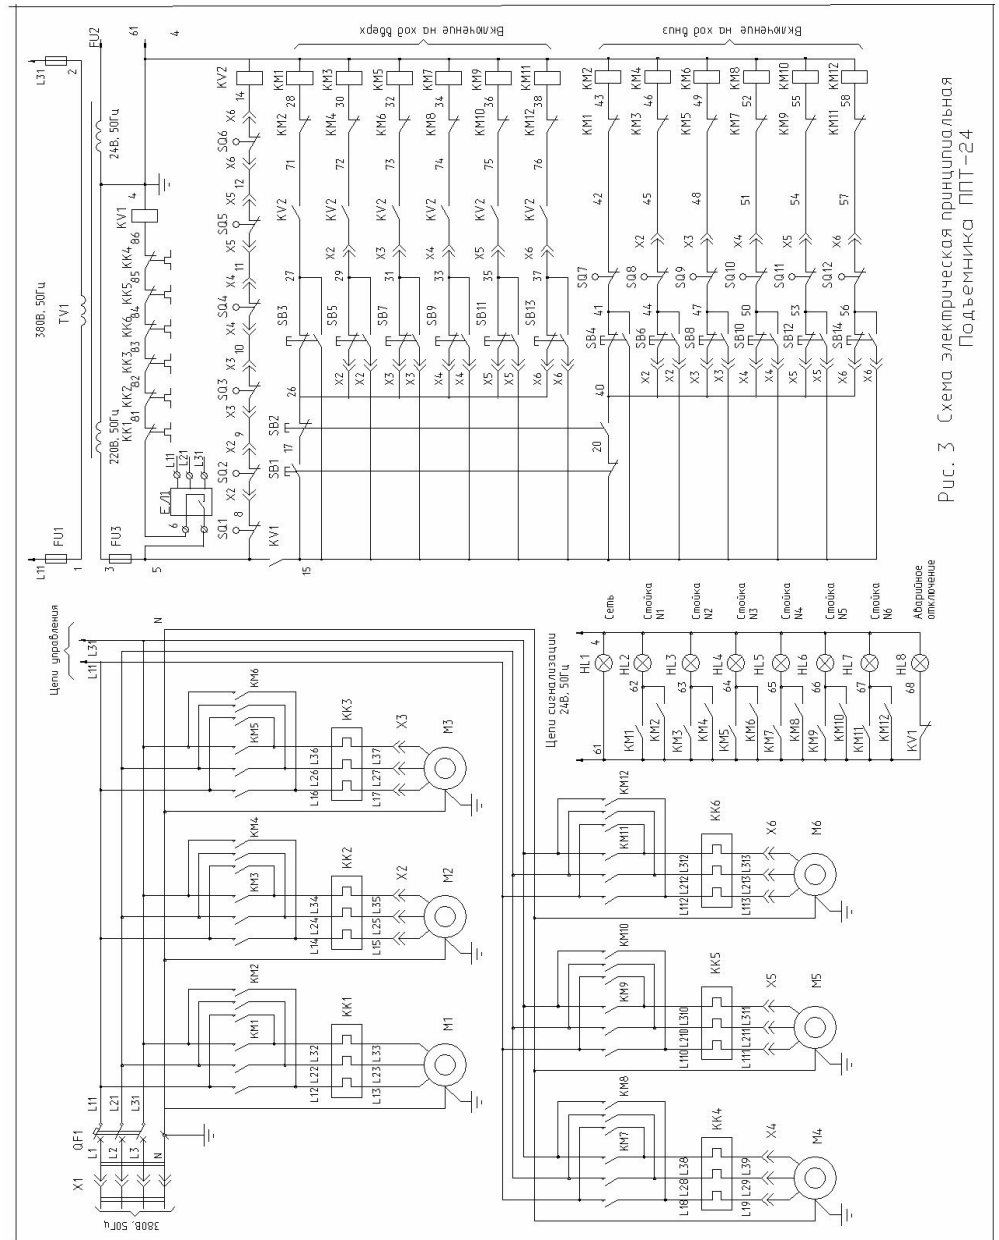

Рис. 3 Схема электрическая принципиальная Подъемника ППТ-24
4.3. Описание работы схемы электрической (см. Рис. 3). Управление подъемником осуществляется со шкафа аппаратного, установленного на первой стойке.